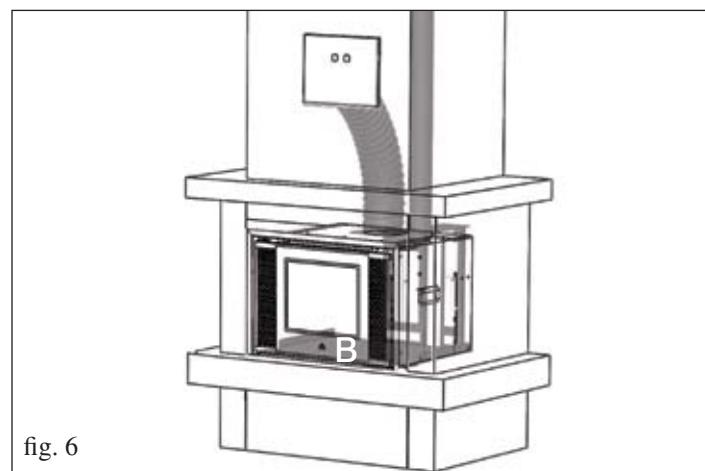

fig. 6
- Placer INPELLET 49 en le faisant glisser sur la plaque (B) jusqu'en fin de course (fig. 6).